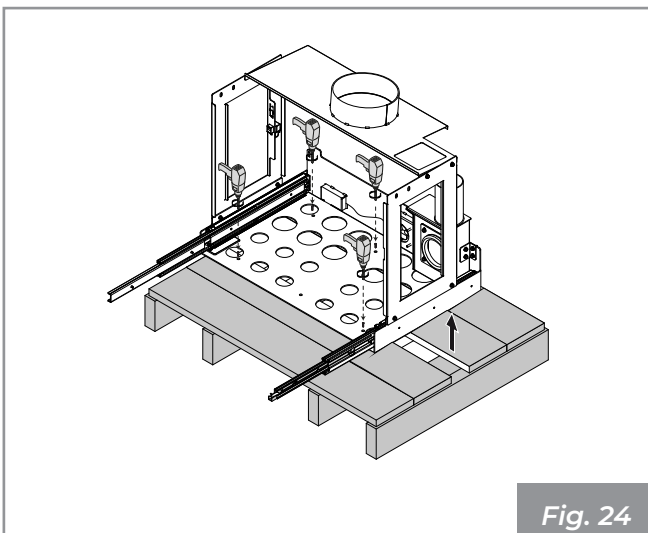

Fig. 24
- Togliere dal basamento le viti di fissaggio paletta e togliere la paletta (**Fig. 24**).